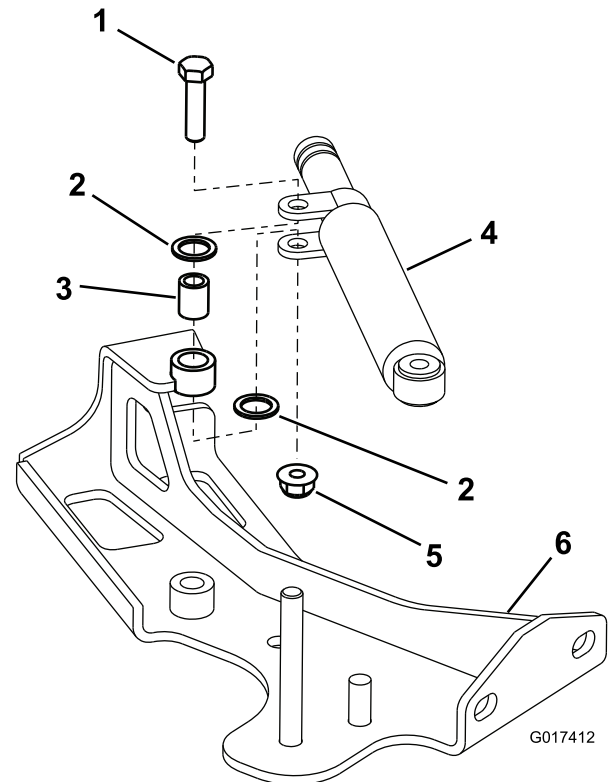
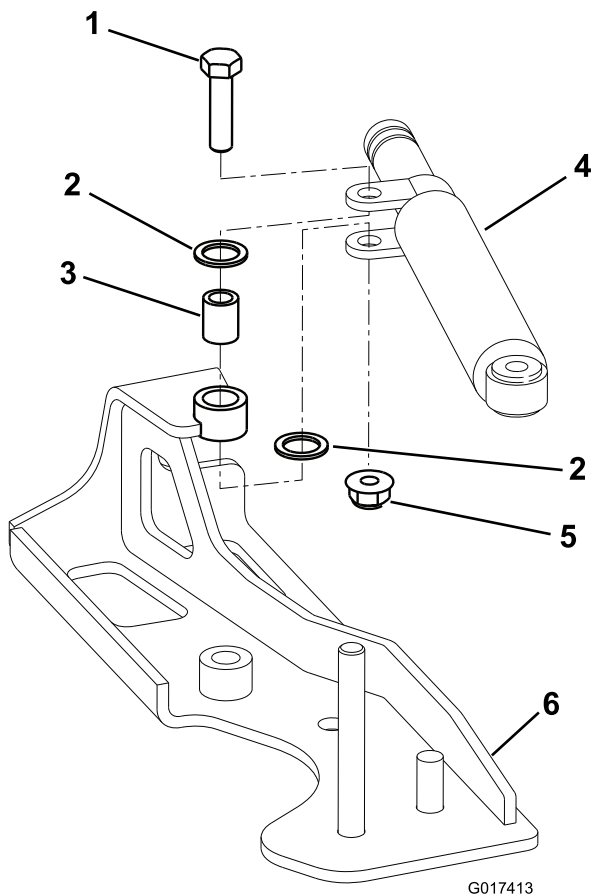

Bild 1
Bild 2
Hinweis: Schmieren Sie Never Seez (Toro Bestellnummer 505-181) auf die Drehbuchse (Bild 1 oder Bild 2).
2. Befestigen Sie den Stoßdämpfer an der neuen Kabelstützplatte, wie in Bild 1 oder Bild 2 dargestellt.